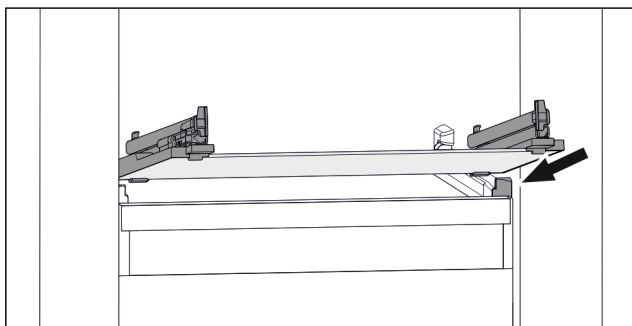

Fig. 77 Příklad znázornění skleněné desky
- ▶ Nasadte skleněnou desku šikmo za zářádky. (viz Fig. 77)